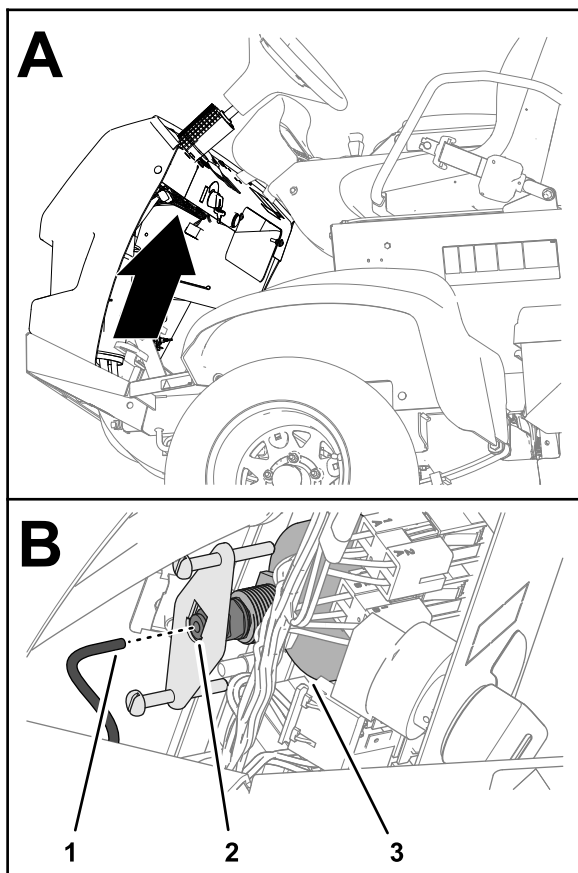

図 117
5. 水圧計の後ろについているチューブを外して、チューブの端を容器に入れる 図 117。